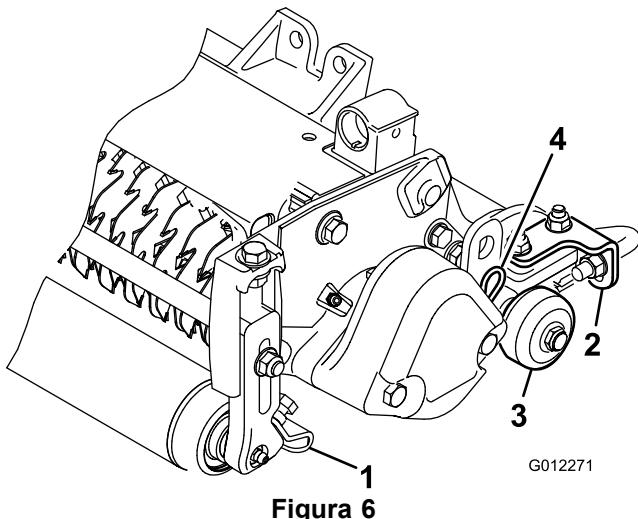

Figura 6
1. Afloje las tuercas que sujetan los rascadores de rodillo (Figura 6).
Antes de bajar los molinetes de verticorte al suelo del taller o de desmontarlos de la unidad de tracción, baje los rodillos de transporte (Figura 6) para proteger las cuchillas del contacto con una superficie dura.
Las unidades de verticorte pueden instalarse en cualquiera de las tres posiciones de la unidad de tracción. La Figura 6 muestra la orientación del motor hidráulico para cada una de las posiciones. En las posiciones que requieren que el motor se monte en el extremo derecho de la unidad de verticorte, instale un contrapeso en el extremo izquierdo de la unidad de verticorte. En los casos en los que el motor tenga que montarse en el extremo izquierdo, instale un contrapeso en el extremo derecho de la unidad de verticorte.